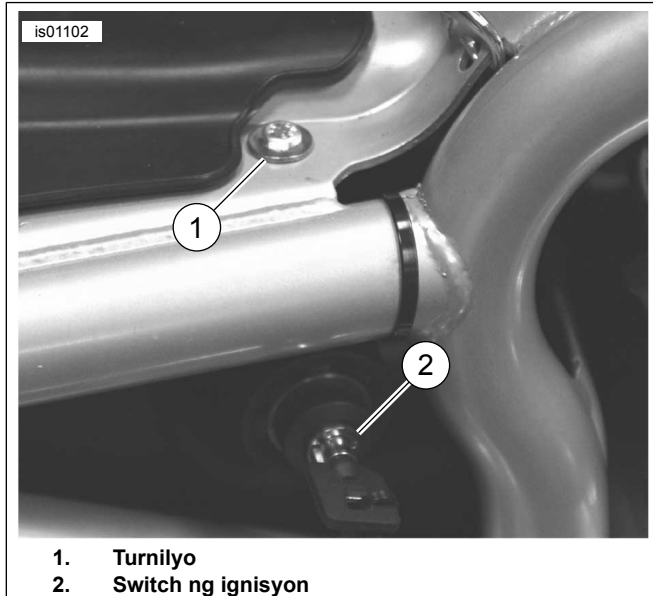

Figure 6. Koneksyon ng Ground (2006 at Mas Maagang Mga Modelong V-Rod)
1. Tingnan ang Figure 6 . Alisin ang turnilyo (1, sa ilalim ng upuan) na nagkakabit sa switch ng ignisyon (2) sa kanang bahagi ng frame.